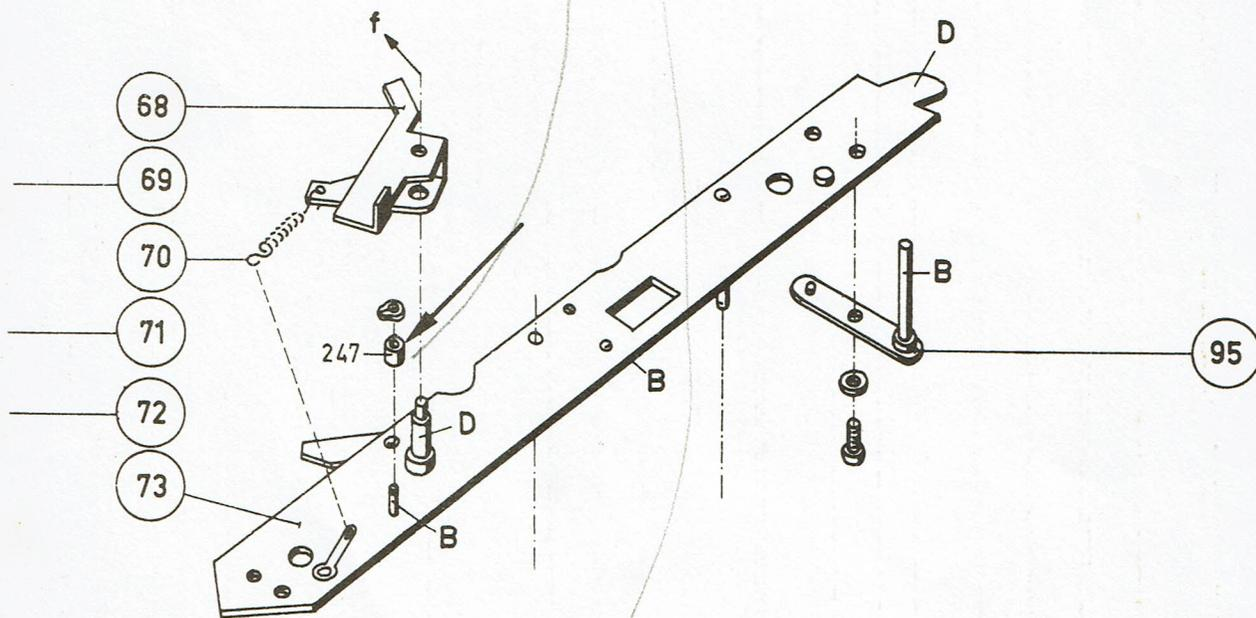

Fig. 1
Il se peut que le rouleau n° 247 (voir fig. 1) glisse au-dessous de l'équerre rep. 67, ce qui peut endommager la roue dentée rep. 40. La hauteur du rouleau n° 247 a été augmentée et il est livrable sous la référence 4822 528 90117.
Het kan voorkomen dat rol nr. 247, zie fig. 1, onder de beugel pos. 67 loopt, waardoor beschadiging kan optreden van tandwiel pos. 40. Rol nr. 247 is nu verhoogd en leverbaar onder code nr. 4822 528 90117.